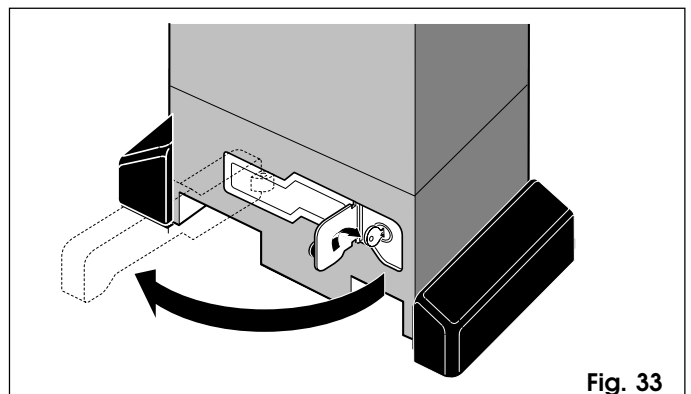

Fig. 33
- Giren la llave en sentido horario y tiren de la palanca de desbloqueo como se indica en la Fig.33.